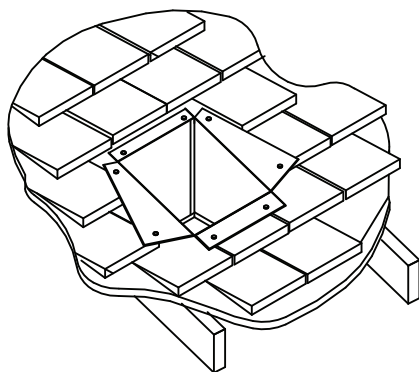

Figure 21
Étape 5. À l'aide de ciseaux à tôle, découper la boîte d'encastrement depuis les coins supérieurs vers la pente du toit et replier les rabats résultants sur le voligeage. Les rabats doivent être taillés au besoin (**Fig. 21**). Avant de la clouer sur le toit, appliquer un filet de produit d'étanchéité non durcissant autour de la boîte d'encastrement afin d'établir un joint entre la boîte et le toit. Nettoyer la boîte de tout matériel ou débris combustible.
Étape 9. Poser le collet de finition noir autour de l'extérieur de la boîte d'encastrement de plafond cathédrale. Les deux pièces du collet de finition glissent l'une sur l'autre pour permettre un ajustement facile autour de la boîte d'encastrement. À l'aide des six (6) vis fournies, fixer les quatre coins et les sections